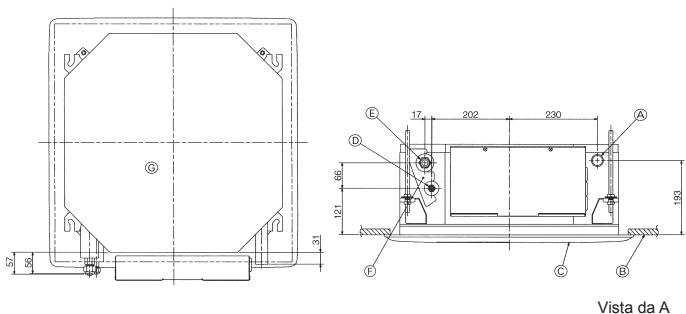
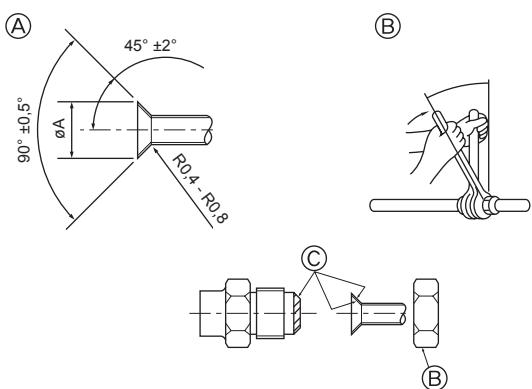

Fig. 3-1
Fig. 3-2
3.1. Posizioni delle tubazioni di refrigerante e di drenaggio dell'unità interna (Fig. 3-1)
- ① Tubo di drenaggio
② Soffitto
③ Griglia
④ Tubo del refrigerante (liquido)
⑤ Tubo del refrigerante (gas)
⑥ Ingresso fornitura acqua
⑦ Unità principale
3.2. Collegamento dei tubi (Fig. 3-2)